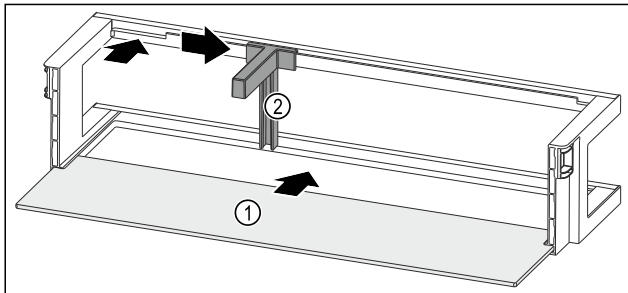

Fig. 152 Balconcino controporta con ripiano
- ▶ Inserire il ripiano Fig. 152 (1) negli incavi laterali.
- ▶ Inserire il fermabottiglie Fig. 152 (2) nell'incavo.
- ▶ Fare scorrere il fermabottiglie Fig. 152 (2) lateralmente alla posizione desiderata.